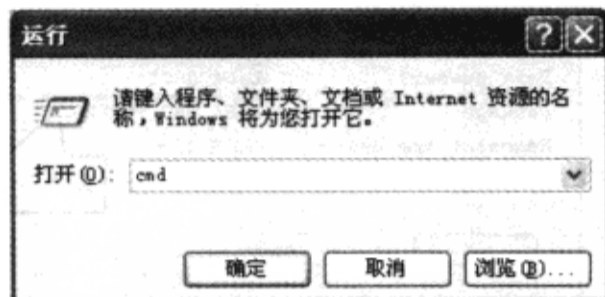

图 10-6-33 “运行”对话框
(2) 进入 pcbenv 文件，执行菜单命令“开始”→“运行”，在弹出的“运行”对话框的“打开(O):”栏中输入“cmd”，单击“确定”按钮，打开 DOS 命令提示符窗口，如图 10-6-33 所示。